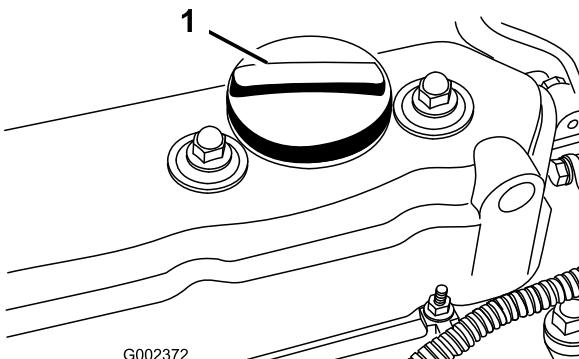

Рисунок 16
- Если уровень масла низкий, снимите крышку заливной горловины (Рисунок 16) и долейте столько масла, чтобы поднять его уровень до метки Full на масляном щупе.